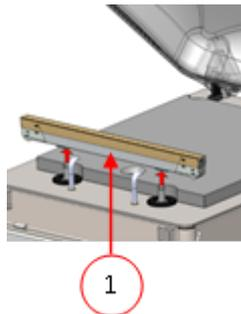
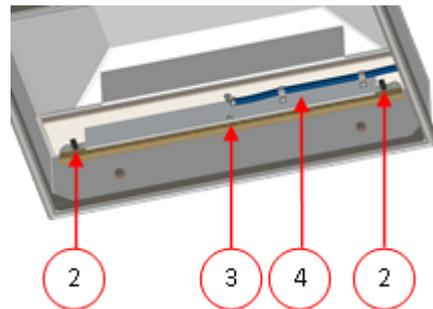

Abbildung 23: Entfernen der Schweißleiste (Kunststoffdeckel)
Abbildung 24: Entfernen der Schweißleiste (Metalldeckel)
An Maschinen mit einem Kunststoffdeckel sind die Schweißleisten auf Zylindern angebracht (*Abbildung 23: Entfernen der Schweißleiste (Kunststoffdeckel)* auf Seite 89). An Maschinen mit einem Metalldeckel sind die Schweißleisten im Deckel angebracht (*Abbildung 24: Entfernen der Schweißleiste (Metalldeckel)* auf Seite 89).
1. Entfernen Sie die Schweißleiste, indem Sie sie von den Zylindern abheben. Vgl. *Abbildung 23: Entfernen der Schweißleiste (Kunststoffdeckel)* auf Seite 89.
**Kunststoffdeckel** Heben Sie die Schweißleiste von den Zylindern ab. Vgl. *Abbildung 23: Entfernen der Schweißleiste (Kunststoffdeckel)* auf Seite 89.
**Metalldeckel** Vgl. *Abbildung 24: Entfernen der Schweißleiste (Metalldeckel)* auf Seite 89. Entfernen Sie die Schweißleiste von den Halterungen (4), indem Sie die beiden elektrischen Stecker (2) trennen und die M6-Schraube (3) entfernen.